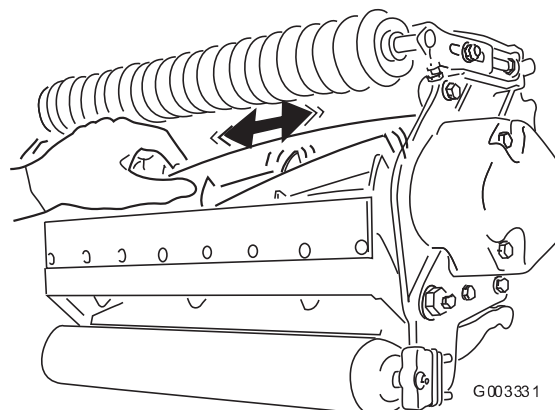

図 21
2. ボロ布を厚く巻くか丈夫なパッドのついた手袋をして、カッティングユニットの刃の部分をつかみ、リールを左右に揺すってガタがあるかどうかを調べる (図21)。